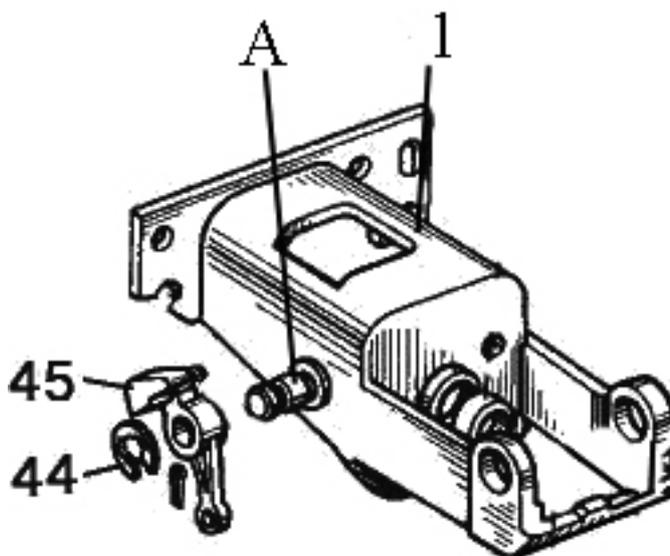

Рисунок 6.9
1) закрепите кронштейн (1) (рисунок 6.9) в тисках, смажьте ось (А) смазкой «Литол-24»;
2) установите фиксатор (45) на ось (А) и застопорите кольцом (44);